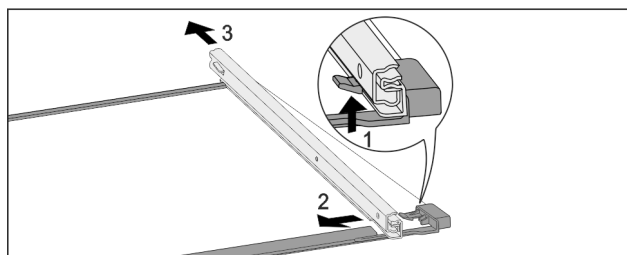

Fig. 253 Ripiano in vetro con guide
- ▶ Premere il gancio di fermo anteriore verso l'alto. Fig. 253 (1)
- ▶ Far scorrere la guida estraibile di lato Fig. 253 (2) e verso il lato posteriore Fig. 253 (3).